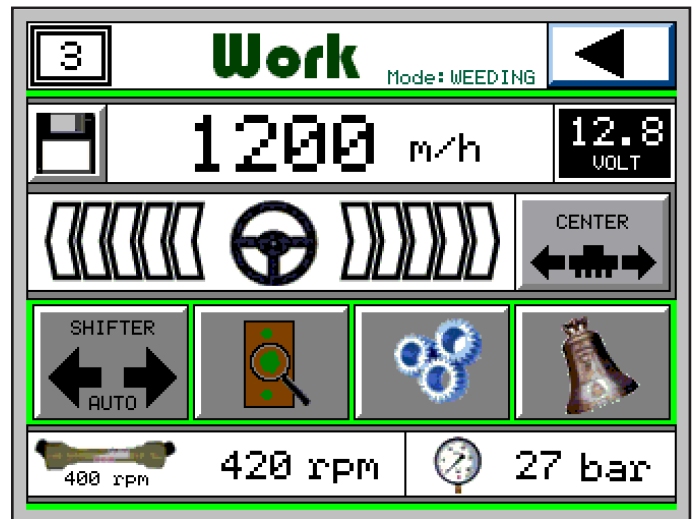

Fig. 3
G) Ritorna alla pagina principale del menu lavoro (Fig. 3).
G) Back to the Work menu main page (Fig. 3).
G) Retourner à la page principale du Menu de travail (**Fig. 3**).
G) Regresa a la página principal del menú trabajo (**Fig. 3**).